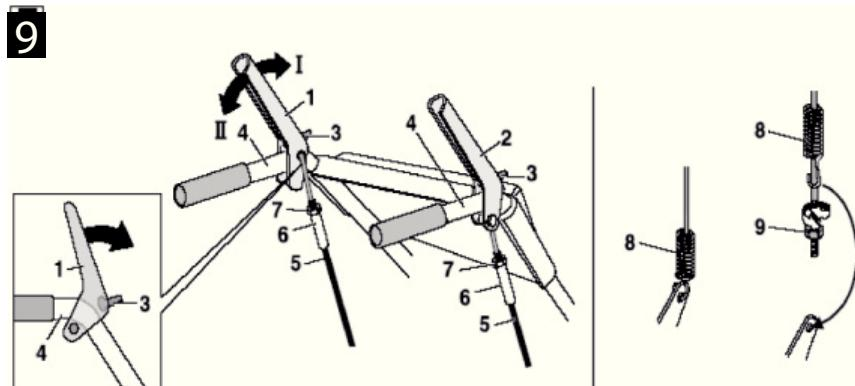

Рисунок 9
фрикционного диска (3). Если происходит контакт, ослабьте тросик привода колес (см. раздел "Регулировка тросиков привода") см. рис.9.